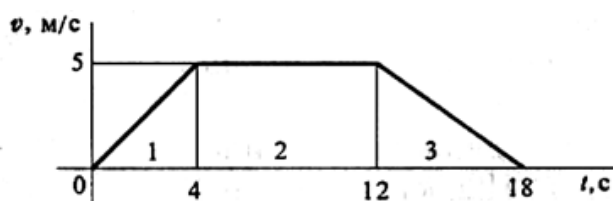

Рисунок 2
2. График изменения скорости лифта при подъеме известен (рис. 2). Масса лифта с грузом  $2800 \text{ кг}$ . Определить натяжение каната, на котором подвешен лифт на всех участках подъема.